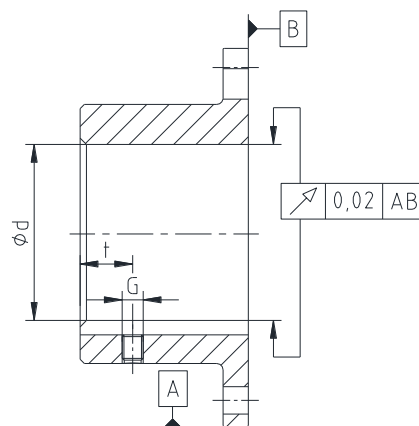

Figura 5: Exactitud de concentricidad y excentricidad
- Los diámetros mecanizados por el cliente en los mangones deben de cumplir con las tolerancias de concentricidad y excentricidad (ver figura 5).